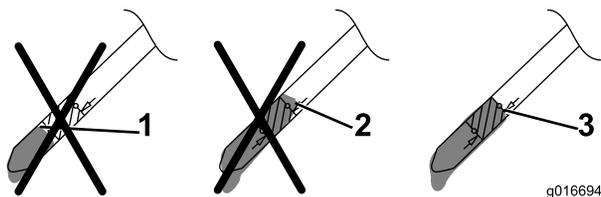

Рисунок 13
5. Определите уровень масла по отметкам на щупе (Рисунок 13).
- Если уровень масла слишком низкий, **медленно** залейте небольшое количество масла в маслозаливную горловину, подождите 3 минуты и повторите действия, указанные в пунктах 3 – 5, чтобы масло достигло требуемого уровня, как показано на Рисунок 13.